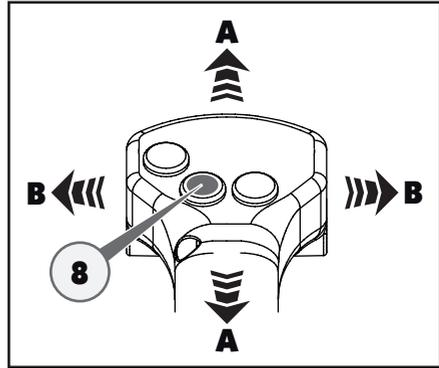
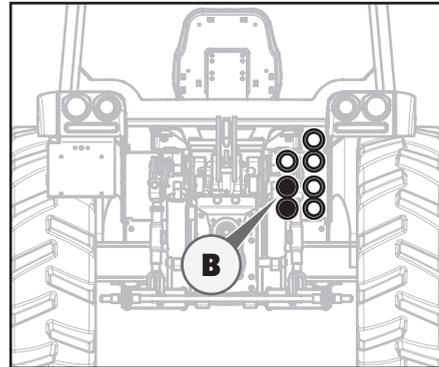

Abb. 5.134
Abb. 5.135
Wenn der Joystick in die in der Abbildung (Abb. 5.134) gezeigten Positionen „B“ bewegt und gleichzeitig die Sicherheitstaste (Totmannschaltung) gedrückt wird, dann werden durch Drücken der roten Taste (8) die Hydraulikanschlüsse gemäß der Darstellung in der Abbildung gespeist (siehe Abb. 5.135).
Wenn der Joystick in die in der Abbildung (Abb. 5.134) gezeigten Positionen „A“ bewegt und gleichzeitig die Sicherheitstaste (Totmannschaltung) und die rote Taste (8) gedrückt werden, kann der Belastungsdruck des Stickstoffspeichers je nach dem vom Boden abzuleitenden Gewicht des Arbeitsgeräts erhöht oder reduziert werden.